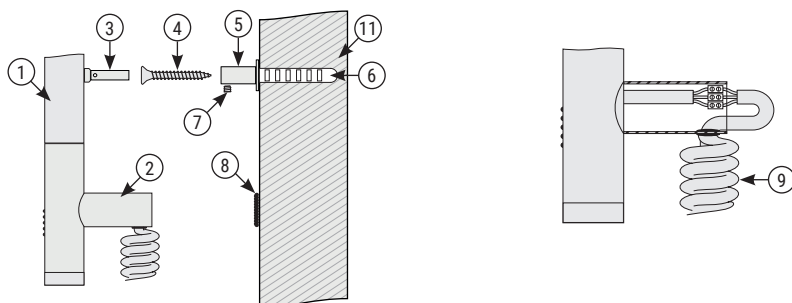

Рис.2
4.1.4. В полученных метках (п. 4.1.3.) сделать отверстия диаметром **6 мм** и произвести монтаж телескопических кронштейнов (**рис. 2**) с помощью саморезов и дюбелей.
4.1.5. Произвести герметизацию шва силиконовым герметиком по контуру примыкания коробки и стены (**рис. 2 «8»**).